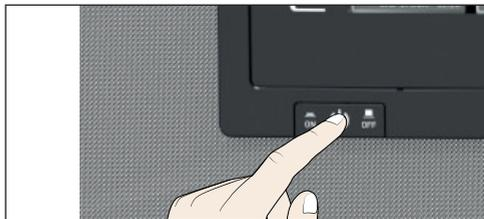

Fig. 25 Spegnere l'apparecchio
5. Spegnerne l'apparecchio dall'interruttore principale (Fig. 25).